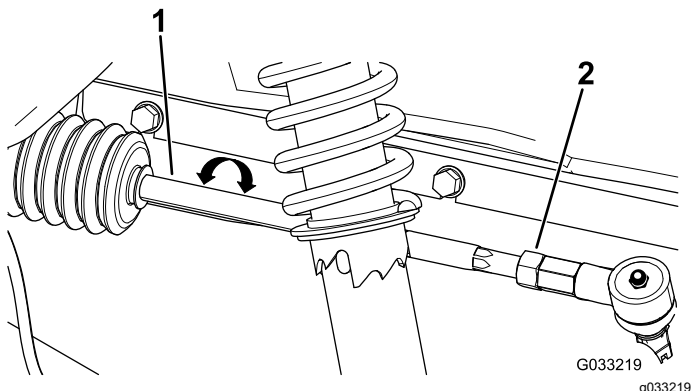

Figura 45
3. Se a medição obtida não se situar entre 0 e 6 mm, desaperte as porcas de retenção nas extremidades das barras (Figura 45).